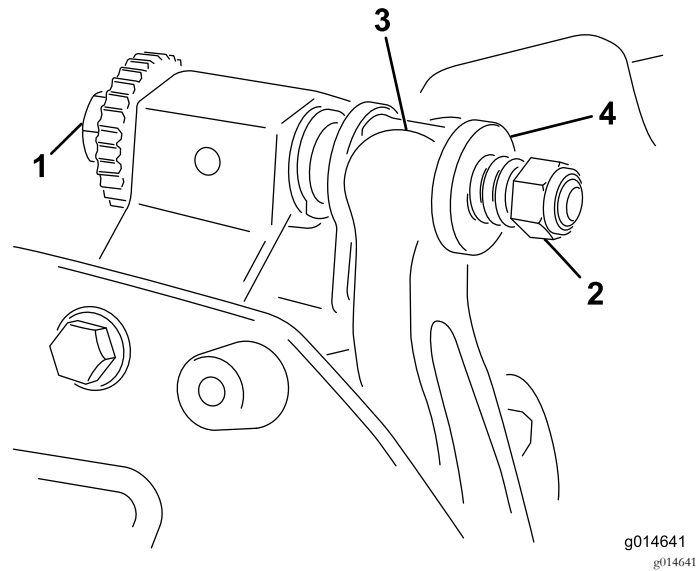

图19
1. 逆时针旋转底刀架调节螺丝将底刀后撤离开滚刀 图 19。
2. 退出弹簧加压螺母直到垫圈不再对底刀架 图19 施压。